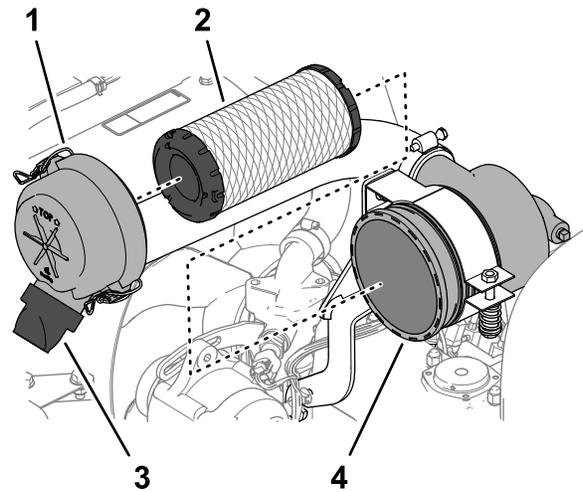

图 76
3. 松开将空气滤清器盖固定到空气滤清器壳体上的门锁 图 76。
6. 拆下滤清器滤芯 图 76。
7. 从空气滤清器盖的灰尘弹射口上拆下橡胶排气阀 图 76。